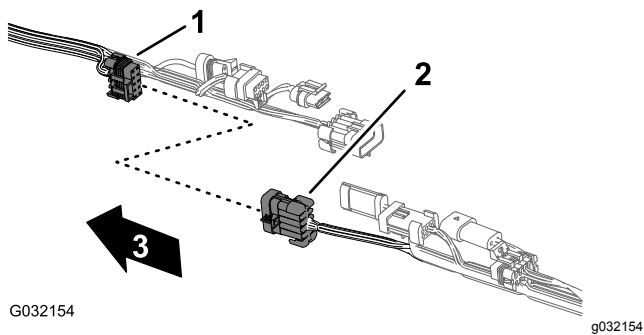

**Figura 46**
1. Debaixo da máquina, ao lado do tubo da estrutura do lado direito, localize os conectores elétricos para a cablagem dianteira e traseira da máquina (Figura 46).